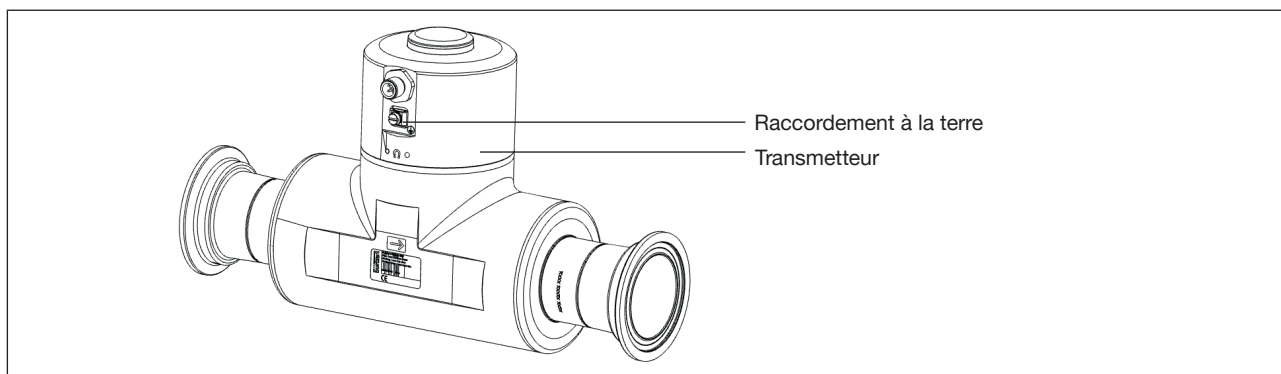

Figure 21 : Raccordement à la terre
- Pour le bon fonctionnement de l'appareil, toujours brancher le fil jaune/vert soit au raccordement à la terre situé sur la face extérieure du boîtier du transmetteur (voir Figure 21).